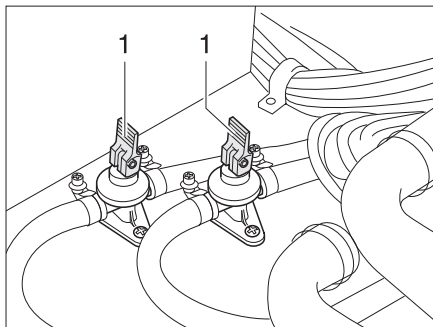

Fig. 122 Llaves de desagüe
- Cerrar las llaves de desagüe. Colocar para ello los balancines (Fig. 122,1) en posición horizontal.
- Abrir las llaves de desagüe (Fig. 122). Colocar para ello los balancines (Fig. 122,1) en posición vertical. La caldera se vacía hacia fuera a través de las llaves de desagüe.